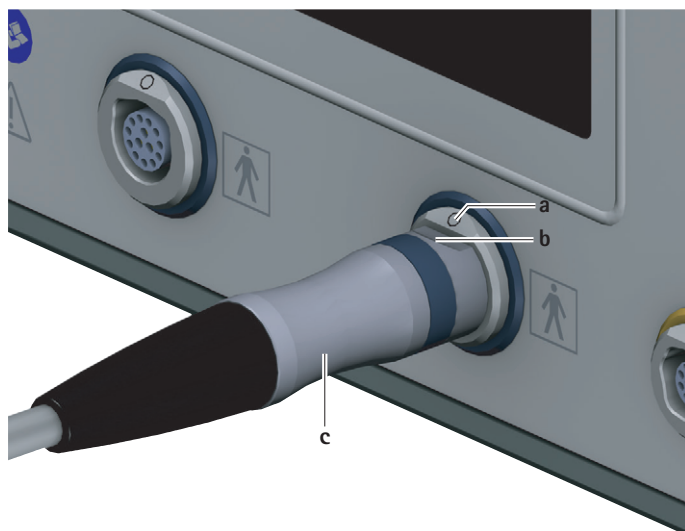

Fig. 3 Conexión del cable de motor
- Orientar el conector para unidad de control **c** en relación al cable de motor de forma que la marca **b** del conector coincida con la marca **a** de la conexión para elemento de aplicación **7**, ver Fig. 3.
- Desenchufar el cable de motor conectado al conector para unidad de control **c** de la conexión para elementos de aplicación **7**, ver Fig. 3.